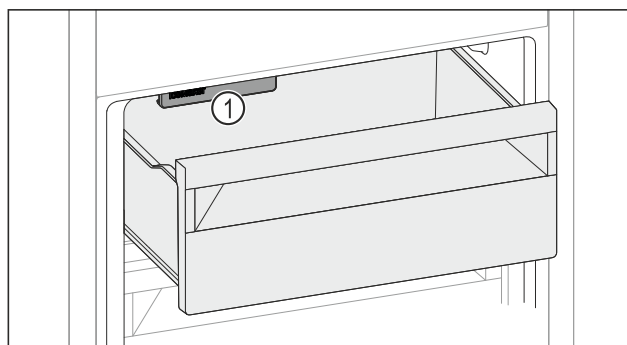

Fig. 132
- Слідкувати за функцією IceMaker Fig. 132 (1).